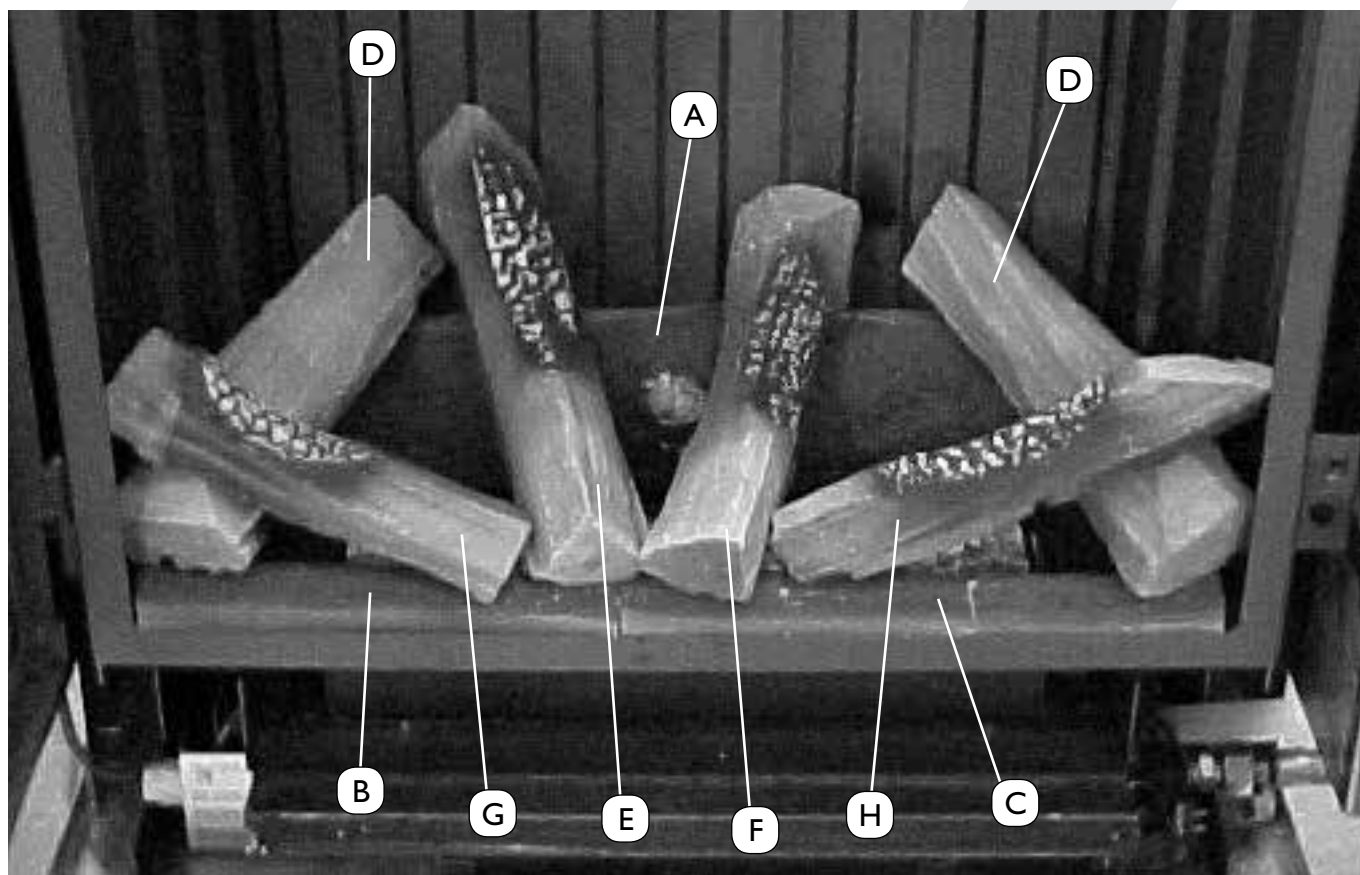

fig. 4b
- Placer la grosse bûche (A) contre la paroi arrière sur le support. Le côté jaune vers le haut et le noeud dirigé vers la gauche.
- Placez les bûches de devant (B et C) avec l'écorce vers le haut, comme indiqué sur la fig. 4b.
- Poser ensuite les autres bûches (D, E, F, G et H) comme indiqué ci-contre en fig. 4b.